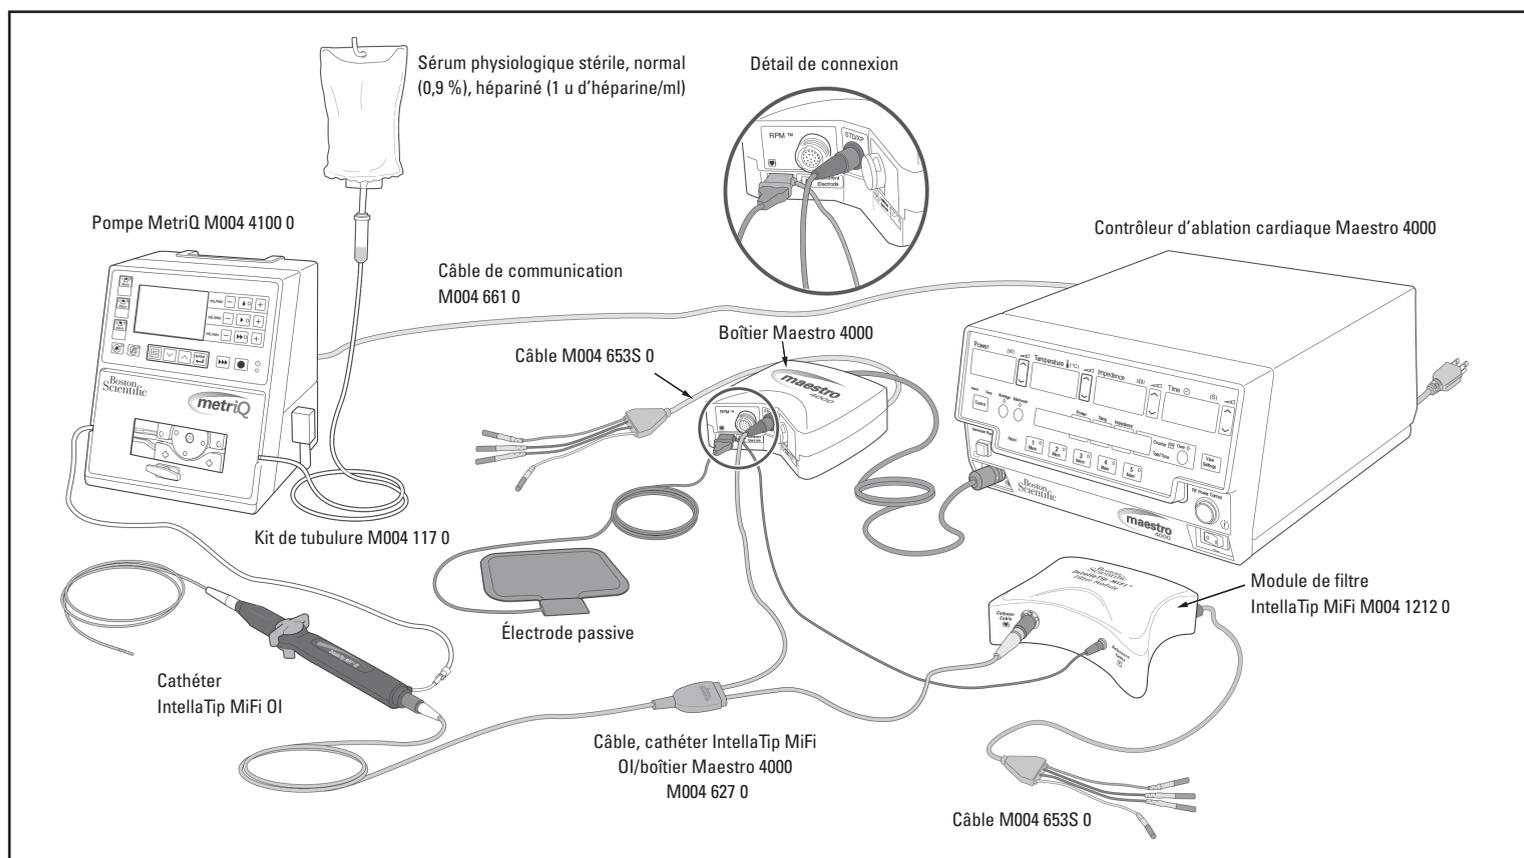

Figure 2. Configuration système du cathéter d'ablation IntellaTip MiFi OI avec le système d'ablation cardiaque Maestro 4000™
8. Raccorder le cathéter IntellaTip MiFi OI au module de filtre et au boîtier Maestro 4000 en utilisant le câble stérile approprié. Voir la figure 2. S'assurer que la connexion câble/cathéter demeure sèche tout au long de l'intervention.